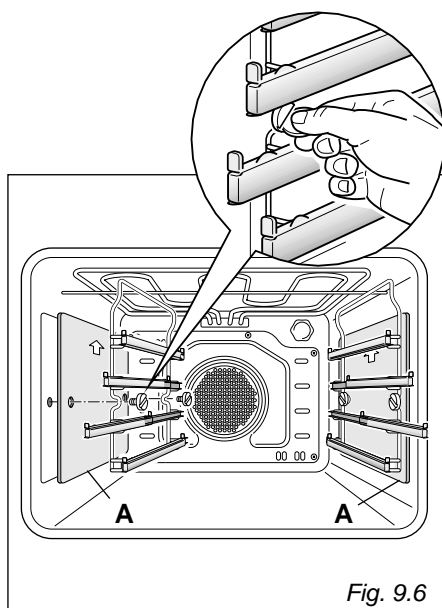

Fig. 9.6
- Monter les chariots coulissants en les fixant aux parois du four par 2 vis (Fig. 9.6).
- Dans les modèles qui en sont équipés, interposer les panneaux autonettoyants "A", la flèche tournée vers le haut (Fig. 9.6).
- Dévisser les vis de fixation et retirer des parois du four les chariots coulissants et les panneaux autonettoyants, s'ils sont fournis (fig. 9.6).